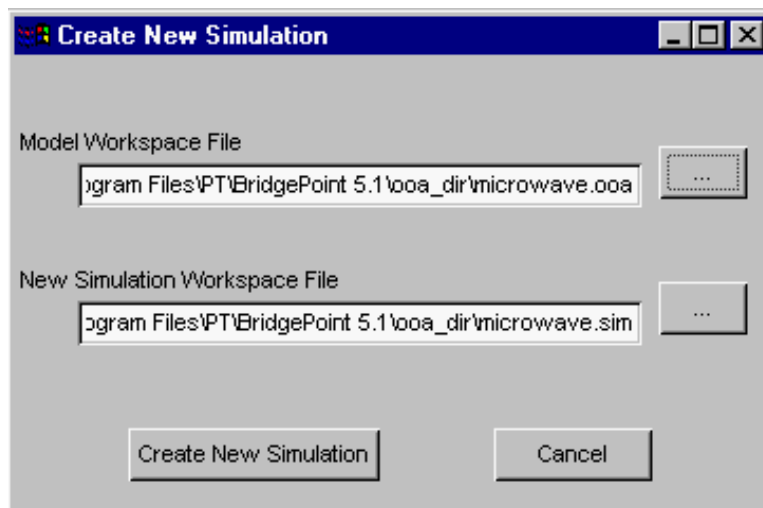

図 7-5: [Create New Simulation] ダイアログボックス
- [Open] ボタンをクリックします。この時点で、図 7-5 の [Create New Simulation] ダイアログボックスが表示されます。